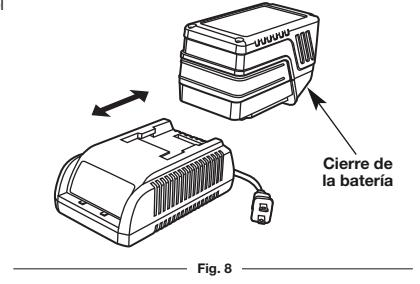

Fig. 8
3. Inserte la batería en el cargador (Fig. 8).
5. La batería puede sacarse o guardarse en el cargador una vez que esté totalmente cargada; no obstante, se recomienda desconectar el enchufe del cargador del tomacorriente / receptáculo de la pared. Para sacar la batería, sujeté el pestillo de la batería y saque la batería del cargador deslizándola (Fig. 8).